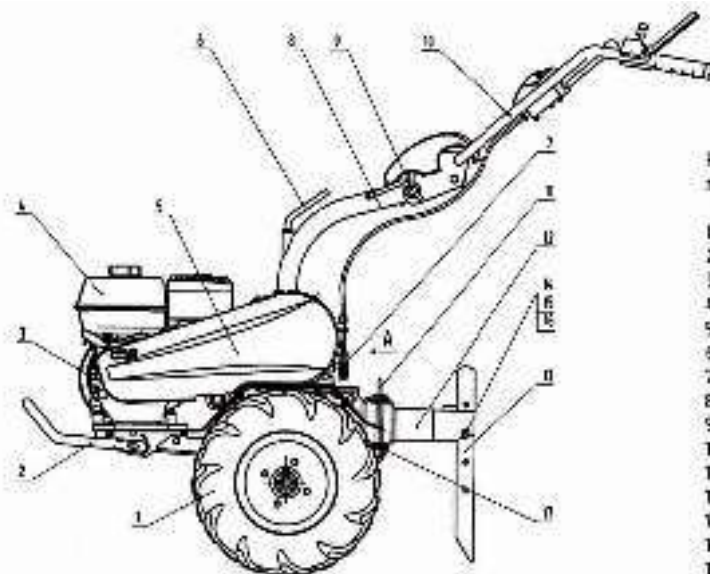

Рис.1. Устройства мотоблока с ручным управлением скоростью и рулевыми ручьями
- снимите защитный кожух 5 (рис.1) клиноременной передачи;